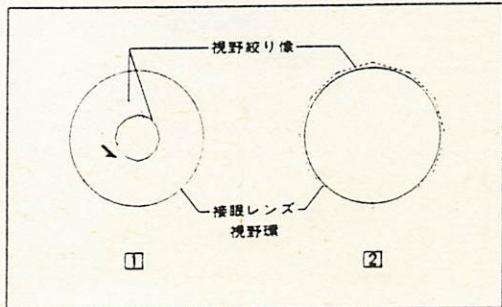

図14
- 7) 視野絞りが、接眼レンズの視野に対して偏心しているときは、コンデンサ心出しねじで、同心となるよう調整します。 (図14-①)
- 8) 対物レンズをDIC40×に切り替え、視野絞り像が図14-②のように、接眼レンズとほぼ同じになるように、絞りの大きさを調整します。偏心している場合は心出しねじで正しく心出します。